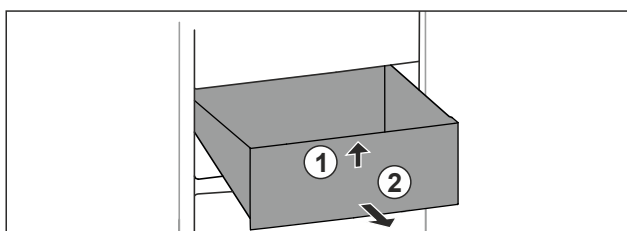

Fig. 135
- Soulever la partie avant du tiroir. *Fig. 135 (1)*.
- Retirer le tiroir par l'avant. *Fig. 135 (2)*